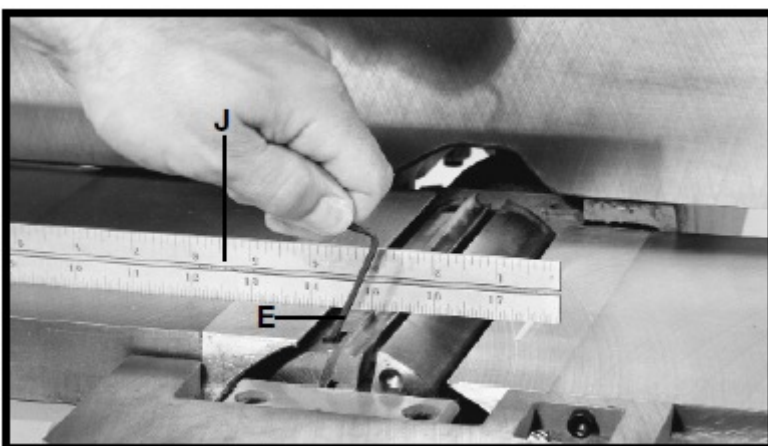

Рис. 53
12. Опустить подводной стол и поставить поверочную линейку (J), рис. 53, на выводной стол и перекрыв режущий вал, как показано на рисунке.